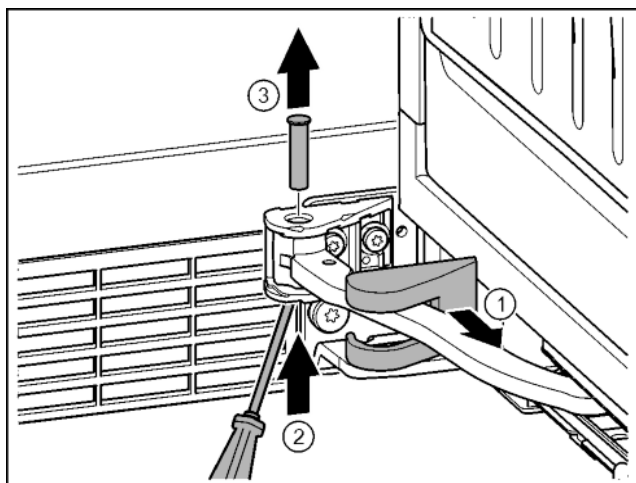

Fig. 17
▶ Снять крышку опорного кронштейна и переместить вдоль шарнира. Fig. 17 (1)
▶ Рукой или отвёрткой приподнять палец снизу. Fig. 17 (2)
▶ Вставить отвёртку под головку пальца и вытянуть его. Fig. 17 (3)